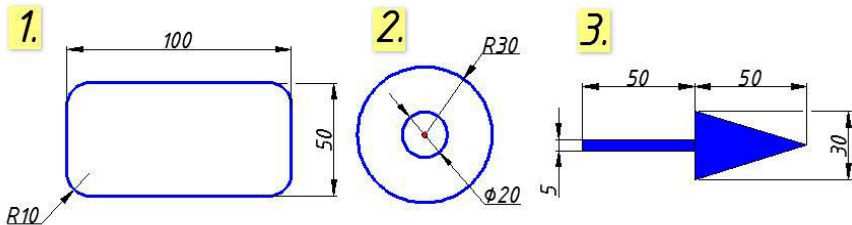

Рис. 2.1
1. Використовуючи команди AutoCAD «Прямокутник», «Круг», «Полілінія», побудуйте геометричні фігури, що наведені на рис. 2.1.